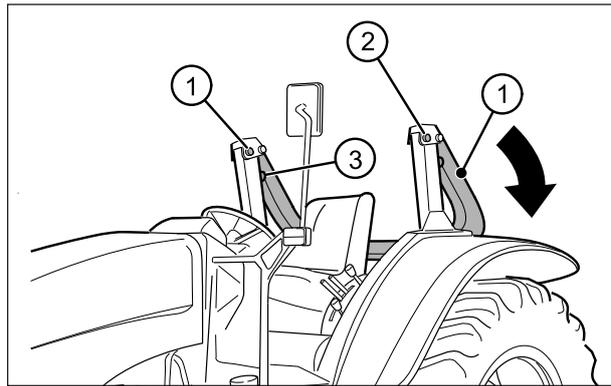
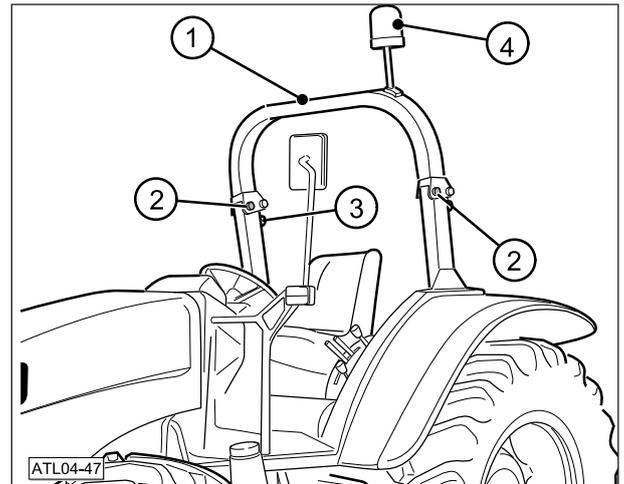

Abb.5-29
Abb.5-30
Falls es aus den Transport- oder Wartungsgründen unabdingbar ist, den oberen Teil des Sicherheitsbügels zu kippen, ist wie folgt vorzugehen (Abb.5-29 und Abb.5-30):
**Der Traktor darf nur benutzt werden, wenn der Überrollschutzaufbau in der vertikalen Position steht (Abb.5-30) und die Sicherheitsgurte angelegt sind.**